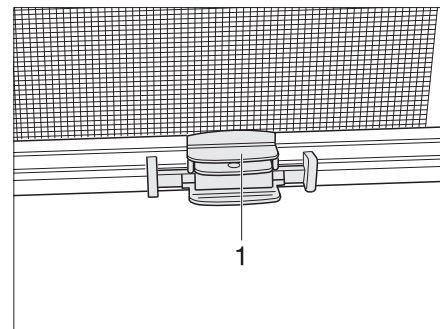

Fig. 48 Persiana
- Agarrar la tablilla final (Fig. 48,1) de la mosquitera enrollable por el centro y dirigirla a la tablilla final de la persiana oscurecedora enrollable.
- Sujetar la tablilla final (Fig. 48,1) de la mosquitera enrollable y accionar la cuchilla de bloqueo.